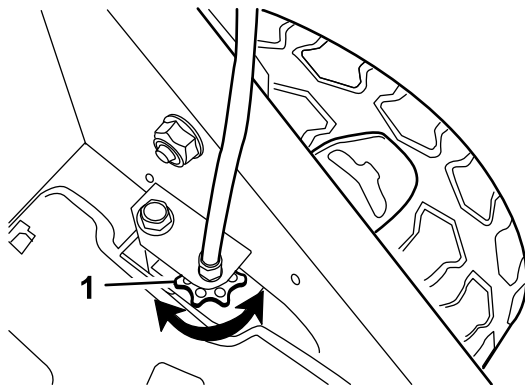

Figura 23
- Si las ruedas no giran al apretar la barra de autopropulsión, la correa de transmisión está demasiado floja. Gire el mando de control de la transmisión de las ruedas (Figura 23) una vuelta en el sentido de las agujas del reloj y repita los pasos 4 a 6.
ruedas (Figura 23) una vuelta en el sentido contrario a las agujas del reloj y repita los pasos 4 a 6.